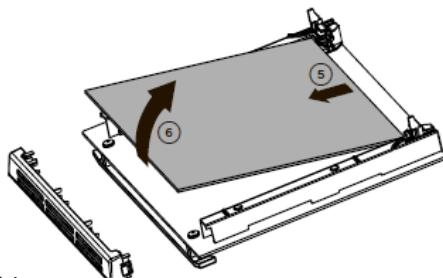

Fig. 4.14
- Levante e puxe cuidadosamente o vidro intermédio, libertando-o dos sulcos de encaixe inferiores (fig. 4.14).